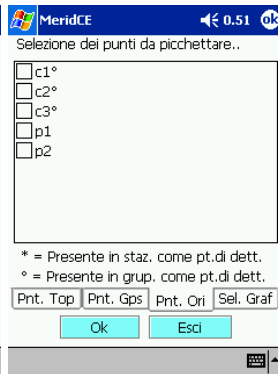

fig. 127
- b. **Pt. Ori** per picchettare punti presenti nella lista punti orientamento (importati con il file di testo o inseriti manualmente) fig 127. Per scegliere i punti basta attivare le caselle corrispondenti